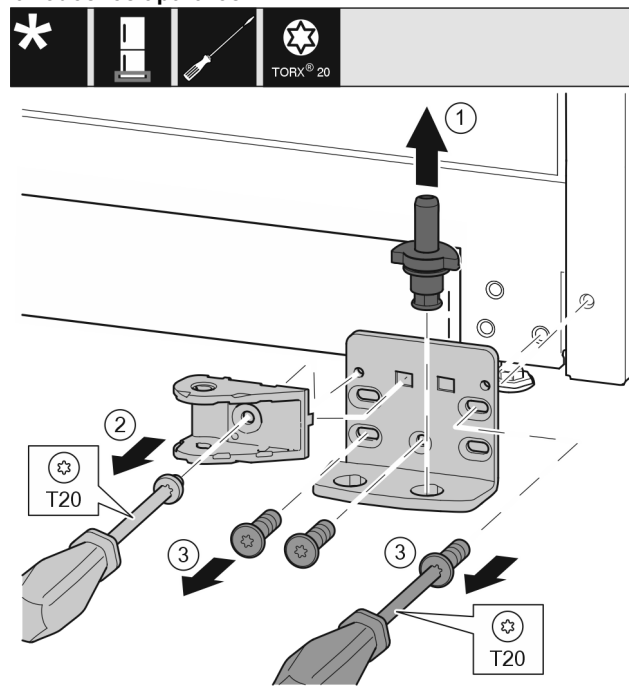

Fig. 34 *
- ▶ Extraer por completo el perno de apoyo hacia arriba. Fig. 34 (1)*
- ▶ Desenroscar el tornillo con el destornillador T20 y retirar la conexión del amortiguador de cierre. *Fig. 34 (2)**
- ▶ Desenroscar los tornillos con el destornillador T20 y retirar el soporte de apoyo. *Fig. 34 (3)**